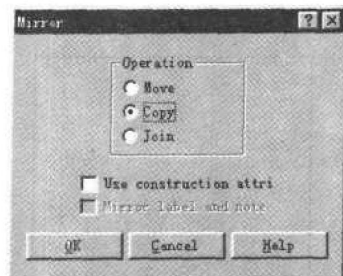
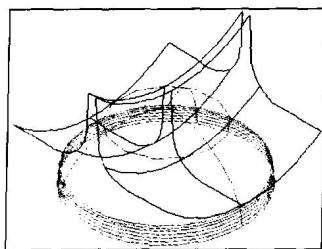

图1-11 镜像参数设定
图1-12 生成镜像曲面
25. 选择 **Y axis** (以 **Y** 轴为镜像) 命令，系统弹出如图 1-11 所示镜像参数设定对话框，选择 **【Copy】** (复制) 选项，单击 **OK** 按钮，结果如图 1-12 所示。